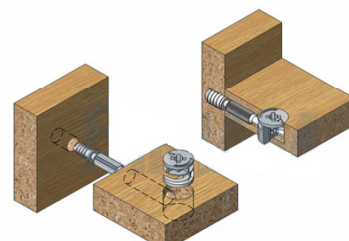
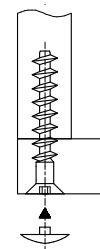

Рис. 3. Эксцентриковая стяжка поз.40,41,37
Рис. 5. Евровинт 7x50 поз.35,36
9. Собрать тумбу согласно схемы сборки на еврвинтах поз.35 (рис.5), эксцентриковых стяжках поз.39;40;41(рис.3,4) и шкантах поз.46.